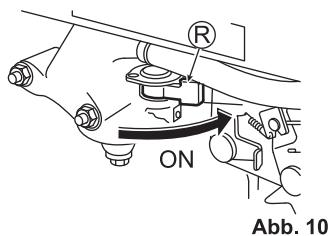

Abb. 10
- Stellen Sie den Kraftstoffhahn (R) auf "ON" (EIN). (Siehe Abb. 10)